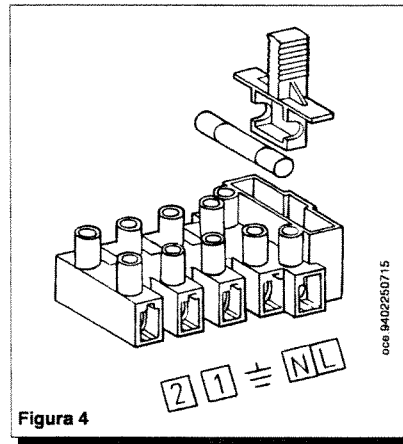

Figura 4
- accedere alla morsettiere di alimentazione (figura 4) come descritto al capitolo precedente;
- togliere il ponticello presente sui morsetti (1) e (2);
- acceder al tablero de bornes de alimentación (figura 4) como descrito en el capítulo precedente;
- remover el puente sobre los bornes (1) y (2);